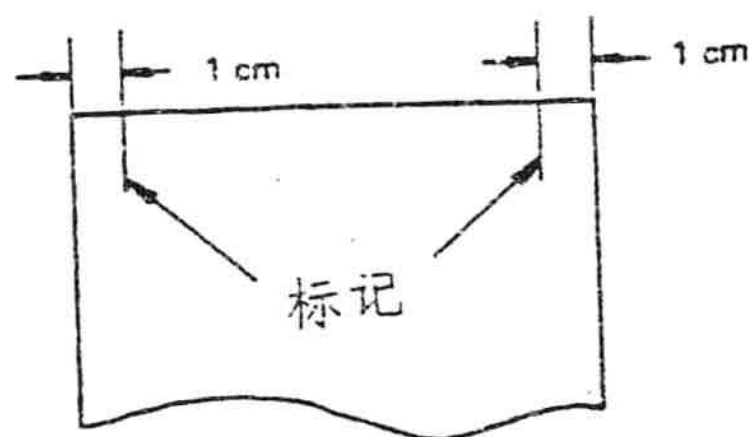

图 2 - 8
1) 在一张 A₄ (长边) 或 A₃ (短边) 纸上距两侧 1cm 处各画一条线，如图 2 - 8 所示，（以下称 CS - 检测板）